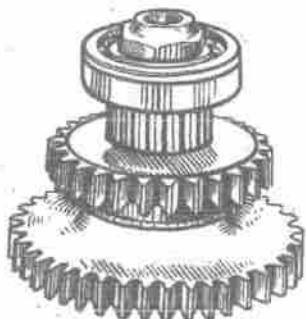

Bild 130. Vorgelegewelle, zusammengebaut
4. Mutter festziehen und durch Einkörnen in die Wellennut sichern. Zum Einkörnen Werkzeug mit abgerundeten Kanten verwenden. Die zusammengebaute Vorgelegewelle ist in Bild 130 dargestellt.